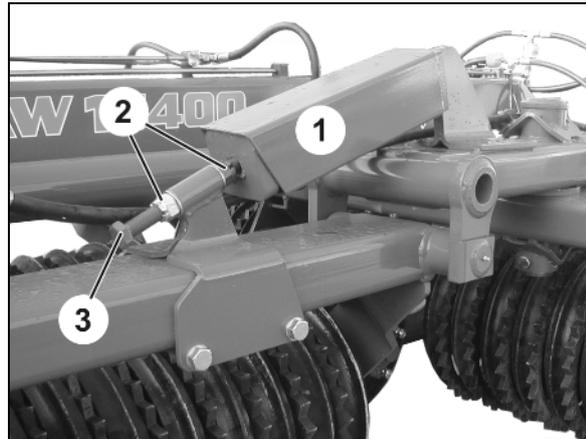

Fig. 23
- Stützfuß abgesenkt bei abgekuppelter Maschine (Fig. 23/1).
Stützfuß (Fig. 23/1) anheben / absenken:
1. Federstecker (Fig. 23/3) lösen.
2. Bolzen (Fig. 23/2) herausziehen.